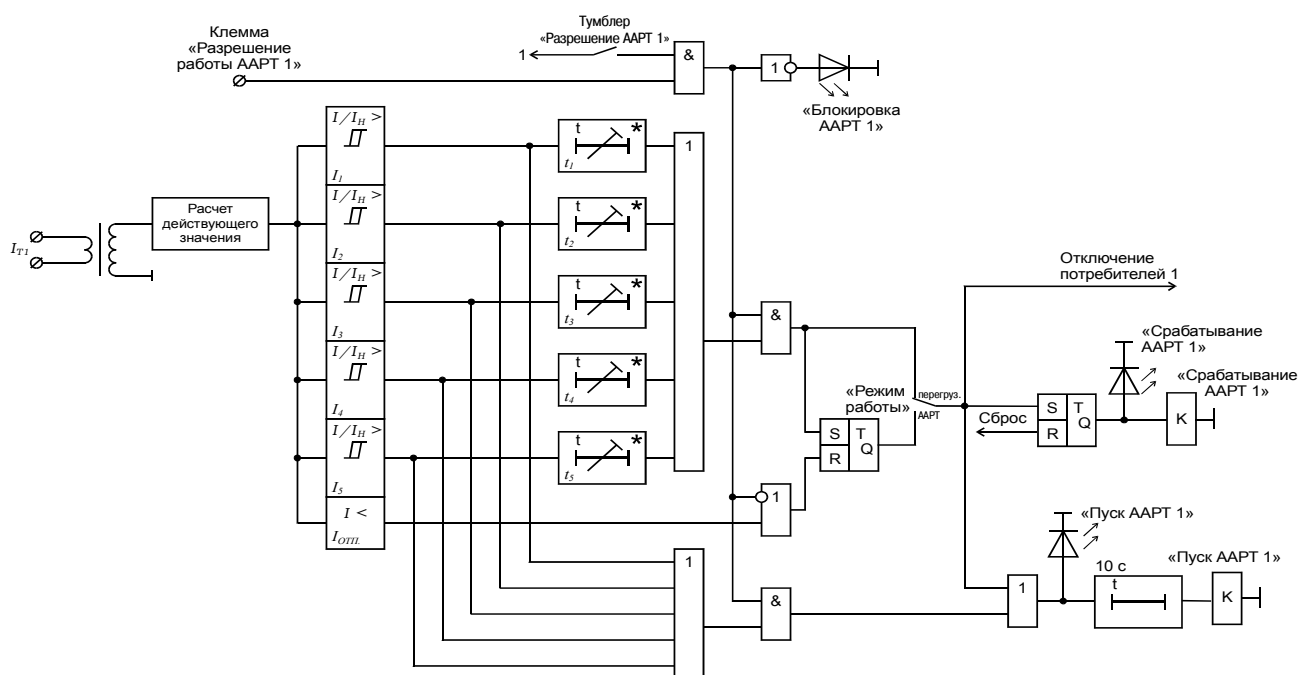

Рис. 1. Фрагмент функциональной логической схемы.
1.3.3.1. Устройство может одновременно обслуживать два силовых трансформатора. Для каждого трансформатора индивидуально задается режим разгрузки и характеристика срабатывания. Фрагмент функциональной схемы для одного из каналов приведен на рис. 1.
1.3.3.4. При снижении тока ниже пускового с помощью математической модели имитируется остывание трансформатора. В режиме «ААРТ» полное остывание трансформатора после срабатывания происходит через время срабатывания первой ступени ААРТ. В режиме «Перегрузка» после отпускания ступени счетчики соответствующих ступеней (элементы, помеченные символом «*», на рис.1) начинают отсчет в обратную сторону до 0. Величину остаточного нагрева и состояние счетчиков устройство индицирует в режиме «Контроль».